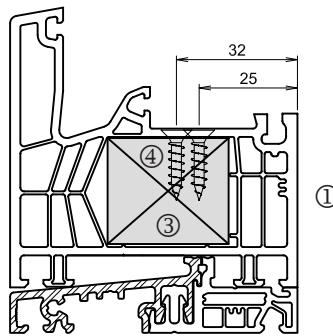
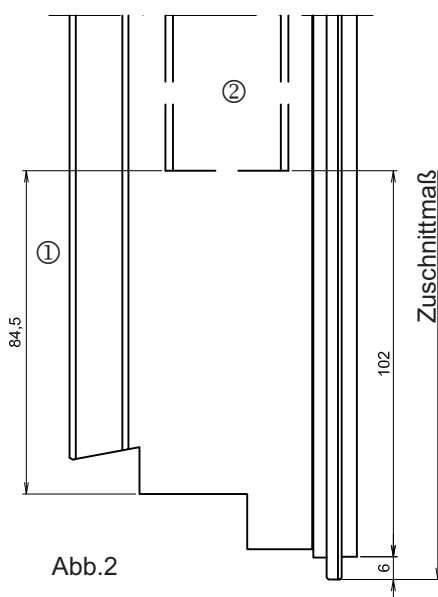

Abb.3
Abb.2
- Füllkern **3** 27 mm zurückstehend (Abb. 2), in Stahlkammer Blendrahmen **1** einschieben, mit $\varnothing 3,0$ vorbohren und mit zwei jeweils 2 Schraube **4** ($\varnothing 3,9 \times 16$) oben und unten verschrauben. Siehe (Abb.3 bis Abb.6)